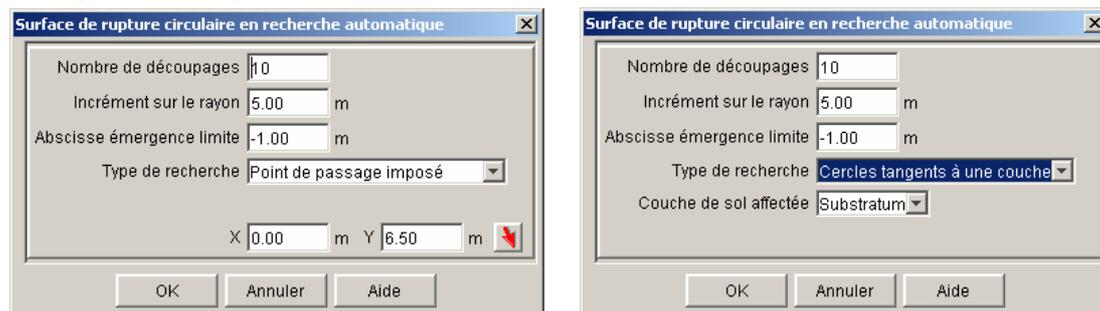

Figure 103 : boîte de dialogue de définition des surfaces de rupture circulaires en recherche automatique
L'utilisateur peut cliquer sur le bouton "Définir les surfaces de rupture". La boîte de dialogue de la Figure 103 apparaît alors.
- *Abscisse émergence limite (m)* : valeur de l'abscisse en-deçà de laquelle les surfaces de rupture ne sont pas prises en compte, si ces surfaces sont entièrement en-deçà de (XL). La valeur XL permet, dans le cas de talus complexe, d'éliminer certains cercles parasites. La position de l'abscisse émergence limite est représentée dans la zone graphique (en bas) par le symbole .
- *Type de recherche* : 2 choix sont possibles (Figure 103) : point de passage imposé, et cercles tangents à une couche. Il s'agit d'un critère de détermination du premier cercle associé à chaque centre. Pour les cercles suivants associés au même centre, il y a incrément sur le rayon (et le critère n'est donc plus respecté).